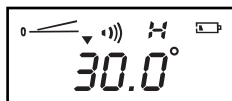

Figura 2
1. Presione el  botón para convertir las unidades de medición entre grados ( $^{\circ}$ ), pendiente (plg/pie), e inclinación (%). La Figura 2 muestra un ejemplo de la pantalla LCD mostrando una medición en grados.